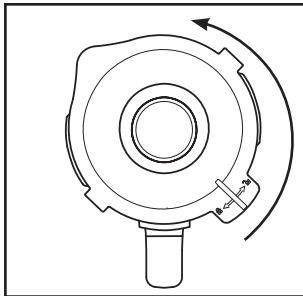

Fig. 1
- 1) Rimuovere l'inserto mixer ❸ sollevandolo in verticale dal blocco motore ❹.
- 2) Rimuovere il coperchio ❷, ruotandolo in senso antiorario in direzione della posizione  (vedere Fig. 1), fino a poterlo estrarre verso l'alto.
- 3) Riempire l'inserto mixer ❸ almeno fino alla tacchetta inferiore della scala graduata ❺ e non oltre il segno MAX. Per risultati ottimali si consigliano le seguenti quantità di riempimento massime:
- 1) Rimuovere l'insero mixer **3** dal blocco motore **6**. Per una migliore stabilità rimuovere il coperchio **2**, ruotandolo in senso antiorario in direzione della posizione  (vedere Fig. 1), fino a poterlo estrarre verso l'alto.